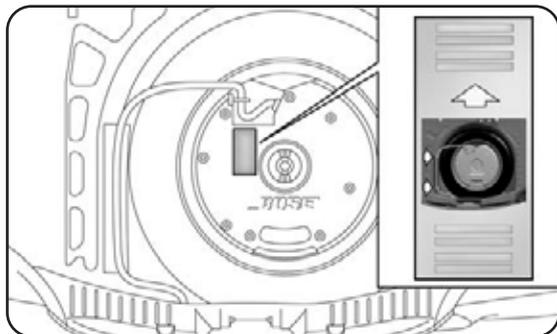

fig. 11
- reposicionar o contentor (com a seta para a frente) na sua sede e apoiar o Subwoofer no mesmo, tendo o cuidado de o colocar de acordo com as indicações presentes no contentor (fig. 11) de modo que a escrita "BOSE" esteja posicionada no sentido correcto de leitura;